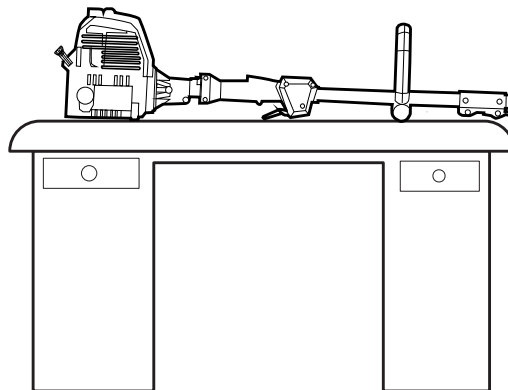

Fig. 21
2. Apoye el equipo sobre una superficie plana y nivelada, como una mesa de trabajo. La carcasa del cabezal de corte debe sobresalir del borde de manera que el motor esté nivelado (Fig.21).